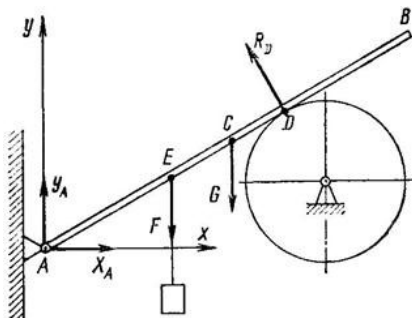

Рисунок 11
2. Однородный брус AB (рис. 11) весом  $G = 250$  Н прикреплен к стене при помощи шарнира A и в точке D опирается на гладкий цилиндр. В точке E к брусу подвешен груз  $P = 800$  Н. Определить реакцию цилиндра и шарнира, если  $AE = 1,2$  м;  $AC = BC = 1,5$  м;  $AD = 1,7$  м и  $\angle BAx = a = 40^\circ$ .